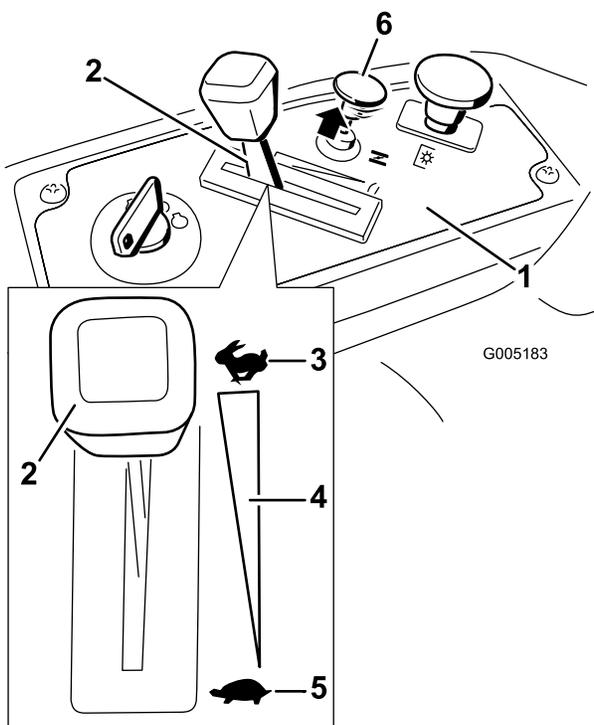

Figura 12
- Si el motor está frío, tire hacia arriba del control del estárter (Figura 12).
- Ponga el acelerador a un punto entre Rápido y velocidad media (Figura 12).